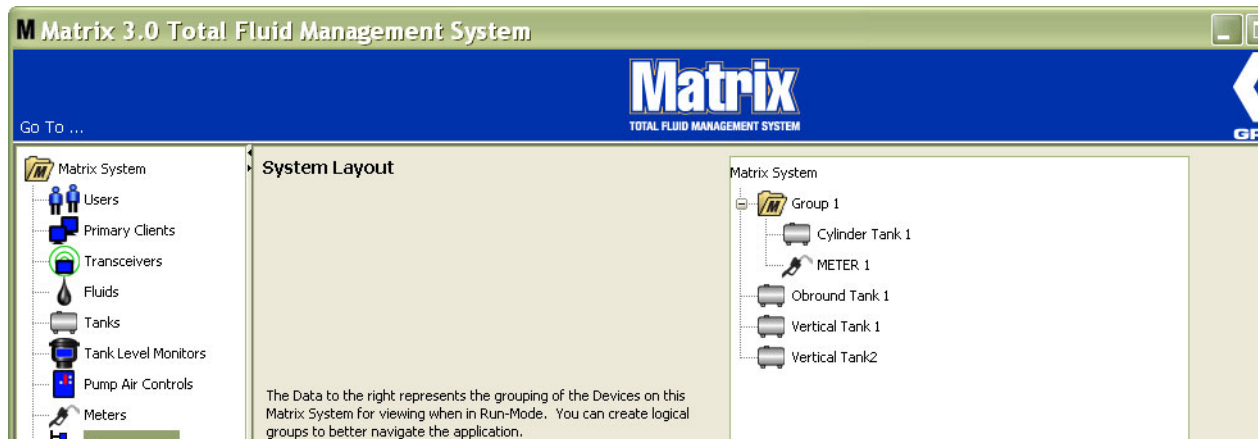

图 132
12. 完成创建或修改组文件夹时，单击“确定”关闭屏幕和保存更改。所创建的组显示在 Matrix 系统一列上（图 132）。